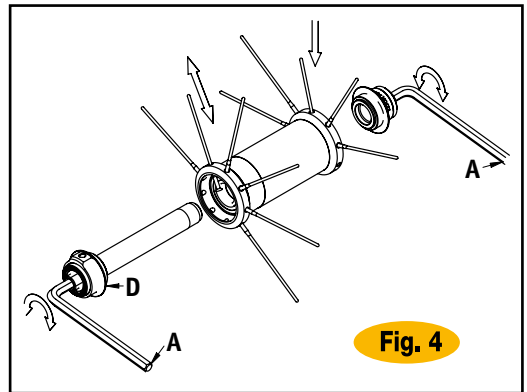

Fig. 4
- Inserite due chiavi a brugola da 5mm (A) dentro agli scontri alle estremità dei mozzi e ruotatele in senso antiorario.
- Sfilate il raggio da sostituire e infilate il raggio nuovo (Fig.4).